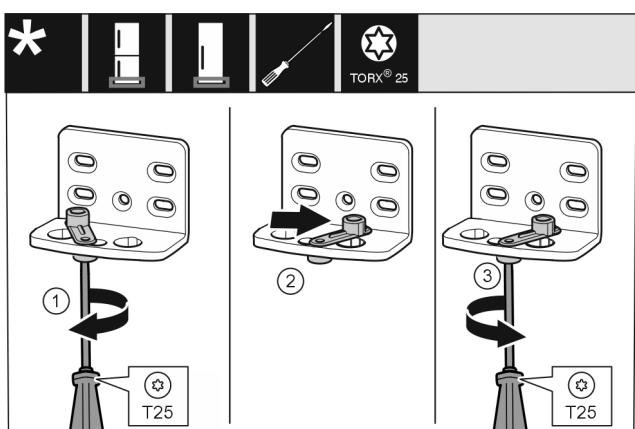

Fig. 17*
- Šroubovákem volně přišroubujte šroub Fig. 17 (1).*
- Zvedněte pomůcku zavírání dveří Fig. 17 (2) a v otvoru ji otočte o 90° doprava.*
- Šroubovákem šroub Fig. 17 (3) pevně utáhněte.*